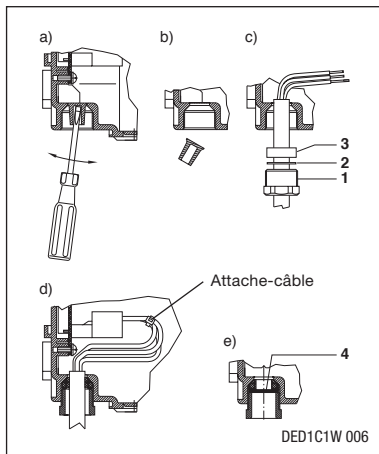

Fig. 1 : rangée arrière
- Rangée arrière (fig. 1) : tournevis DIN 5262-B, taille 1 ($\varnothing$ 4,5 mm)